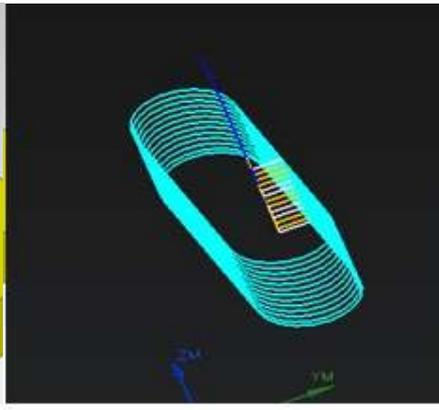

图2
**刀位轨迹：**在图形中显示为一系列的轨迹线如（上图 2）所示：**刀位轨迹：**在 NC 文件中表现为一系列的点的坐标值如（上图示 3）。而我们整个编程工作的主要目的就是创建合理的刀位轨迹或刀路。